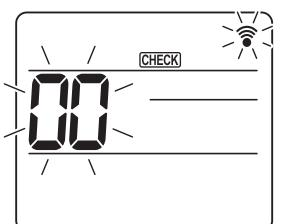
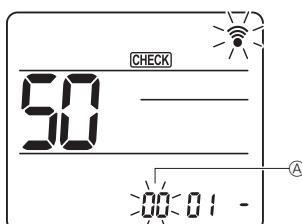
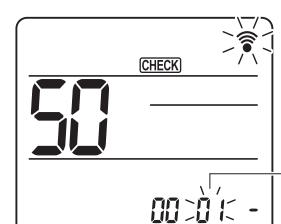
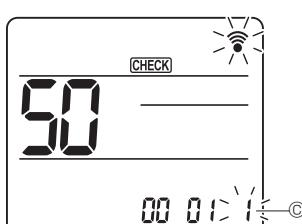

Fig. 7-16
Fig. 7-17
Fig. 7-18
Fig. 7-19
7.4.2. Mediante el mando a distancia inalámbrico (Fig. 7-16, Fig. 7-17, Fig. 7-18, Fig. 7-19)
- ① Vaya al modo de selección de función
(Inicie esta operación con la pantalla de estado del mando a distancia apagada). [CHECK] (COMPROBAR) se ilumina y "00" parpadea. (Fig. 7-16)
② Configuración del número de unidad
Pulse el botón **▼** para seleccionar el número de unidad ①. (Fig. 7-17)
③ Selecione un modo
Pulse el botón **▼** para seleccionar el número de modo ②. (Fig. 7-18)
④ Seleccionar el número de ajuste
Utilice el botón **▼** para cambiar el número de ajuste ③. (Fig. 7-19)